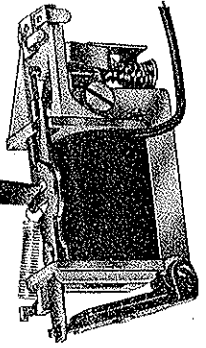

Fig. 1
Ist die Spannung des Lichtnetzes zu hoch, so wird sich die Maschine bei schneller Fahrt von selbst umschalten. In einem solchen Falle ist nach Abnahme des Lokomotivgehäuses (siehe Punkt 4) die Rückfeder des Fahrtrichtungsschalters etwas zu spannen. Ist die Spannung des Lichtnetzes zu niedrig, so wechselt beim Betätigen des Fahrtreglerknopfes am Transformator die Lokomotive die Fahrtrichtung nicht; die Spannung der Rückfeder muß vermindert werden. Zum Spannen bzw. Nachlassen der Rückfeder ist der am Schaltchieber angebrachte Federhaken mit einem Schraubenzieher entsprechend zu biegen (Fig. 1).
If the voltage of the mains circuit is too high, the engine will reverse itself when travelling at speed. In this case take off the locomotive casing (see point 4) and increase slightly the tension of the reversing switch retaining spring. If the mains voltage is too low, the locomotive will not change direction when the reversing switch on the transformer is operated; in this case the tension of the retaining spring must be reduced. In order to tighten up or slacken off the return spring, the spring hook incorporated in the slide may be slightly bent by means of a screwdriver (Fig. 1).
- 1. Inversion du sens de marche.** Une brève action sur le bouton du transformateur MÄRKLIN inverse le sens de marche de la locomotive. Un fonctionnement impeccable de la télécommande sera obtenu si le bouton du transformateur est réglé au préalable sur la position « 0 ». Une manette disposée sur le côté droit de la locomotive permet une action manuelle sur l'inverseur. On peut observer le phénomène d'autocommande à vitesse élevée si la tension du secteur est trop élevée. Démonter dans ce cas la caisse de la motrice (voir parag. 4) et tendre légèrement le ressort de rappel du relais inverseur. Si la tension du secteur est trop faible, le relais ne répond pas aux actions sur le bouton du transformateur; réduire dans ce cas la tension du ressort du ressort de rappel. Recourber dans le sens adéquat le crochet de fixation du ressort pour régler la tension du ressort de rappel (Fig. 1).